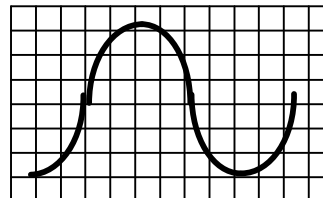

Fig. III.1.
1. Pe ecranul unui osciloscop care are caroiajul de 1cm, se obține oscilograma din figura III.1. Știind că atenuatorul este calibrat la 10 mV/cm, iar baza de timp la 0,1 ms/cm, să se determine: